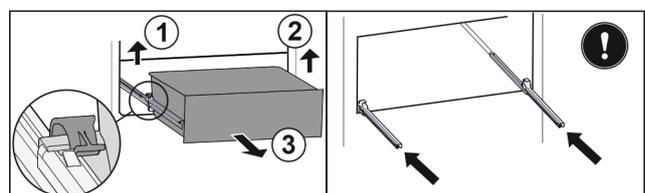

Fig. 84
- ▶ Linke Klemme anheben und gleichzeitig Schubfach links nach vorne ziehen. Fig. 84 (1)
- ▶ Rechte Klemme anheben und gleichzeitig Schubfach rechts nach vorne ziehen. Fig. 84 (2)
- ▶ Schubfach nach vorne entnehmen. Fig. 84 (3)